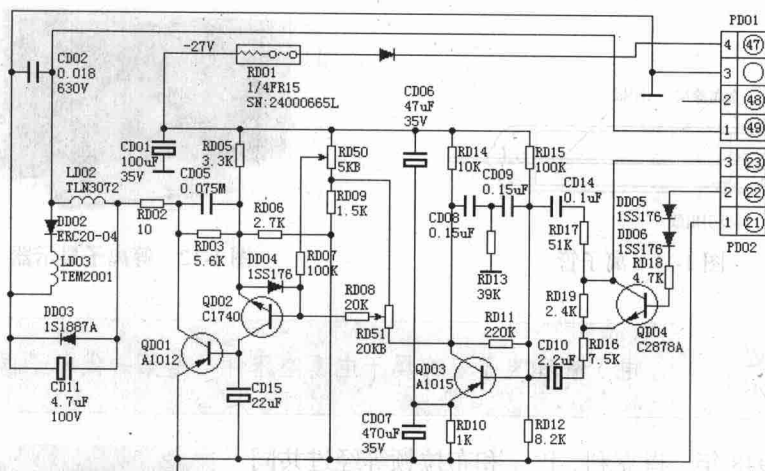
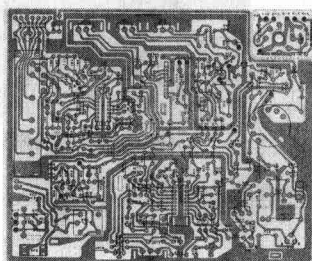
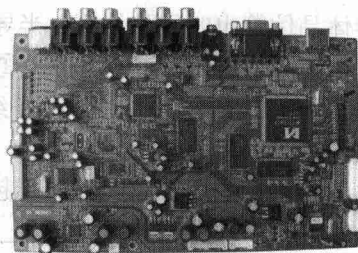

图 1-7 电视机电路原理图
图 1-8 电视机电路板图
图 1-9 电视机的实际电路板
(4) 电子技术目前已深入人们的文化生活中。广播、电视、录音、录像等，无一不与电子技术有关，如电视机电路原理图和电视机的实际电路板如图 1-7、图 1-8 和图 1-9 所示。